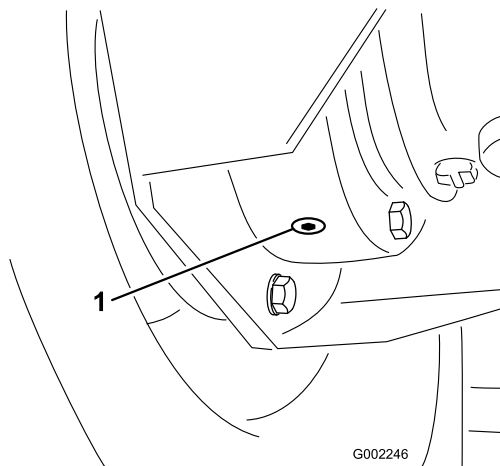

Рисунок 82
4. Поместите поддон под внутреннюю пробку сливного отверстия на корпусе тормоза и снимите пробку (Рисунок 82).